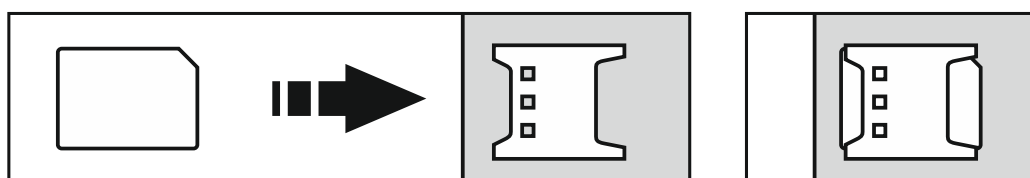

Рис. 6. Способ монтажа карты nano-SIM.
2. Установите SIM-карту / SIM-карты в слоты (рис. 6).